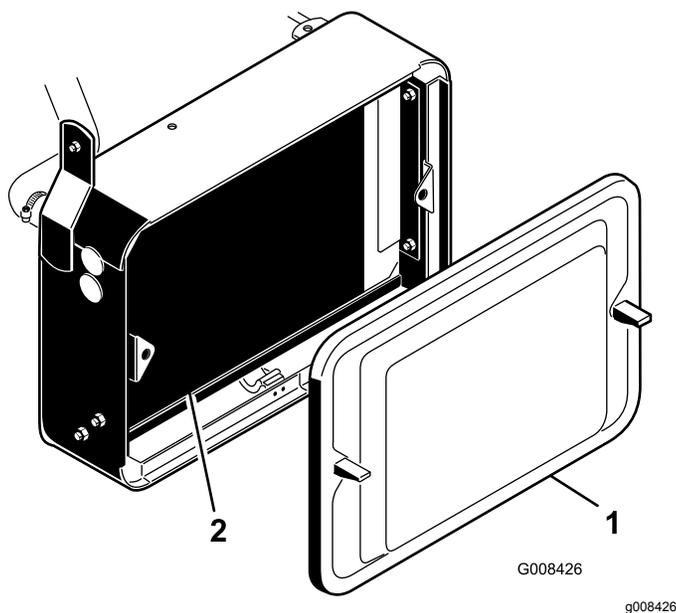

Figura 43
1. Retire o painel do radiador (Figura 43).